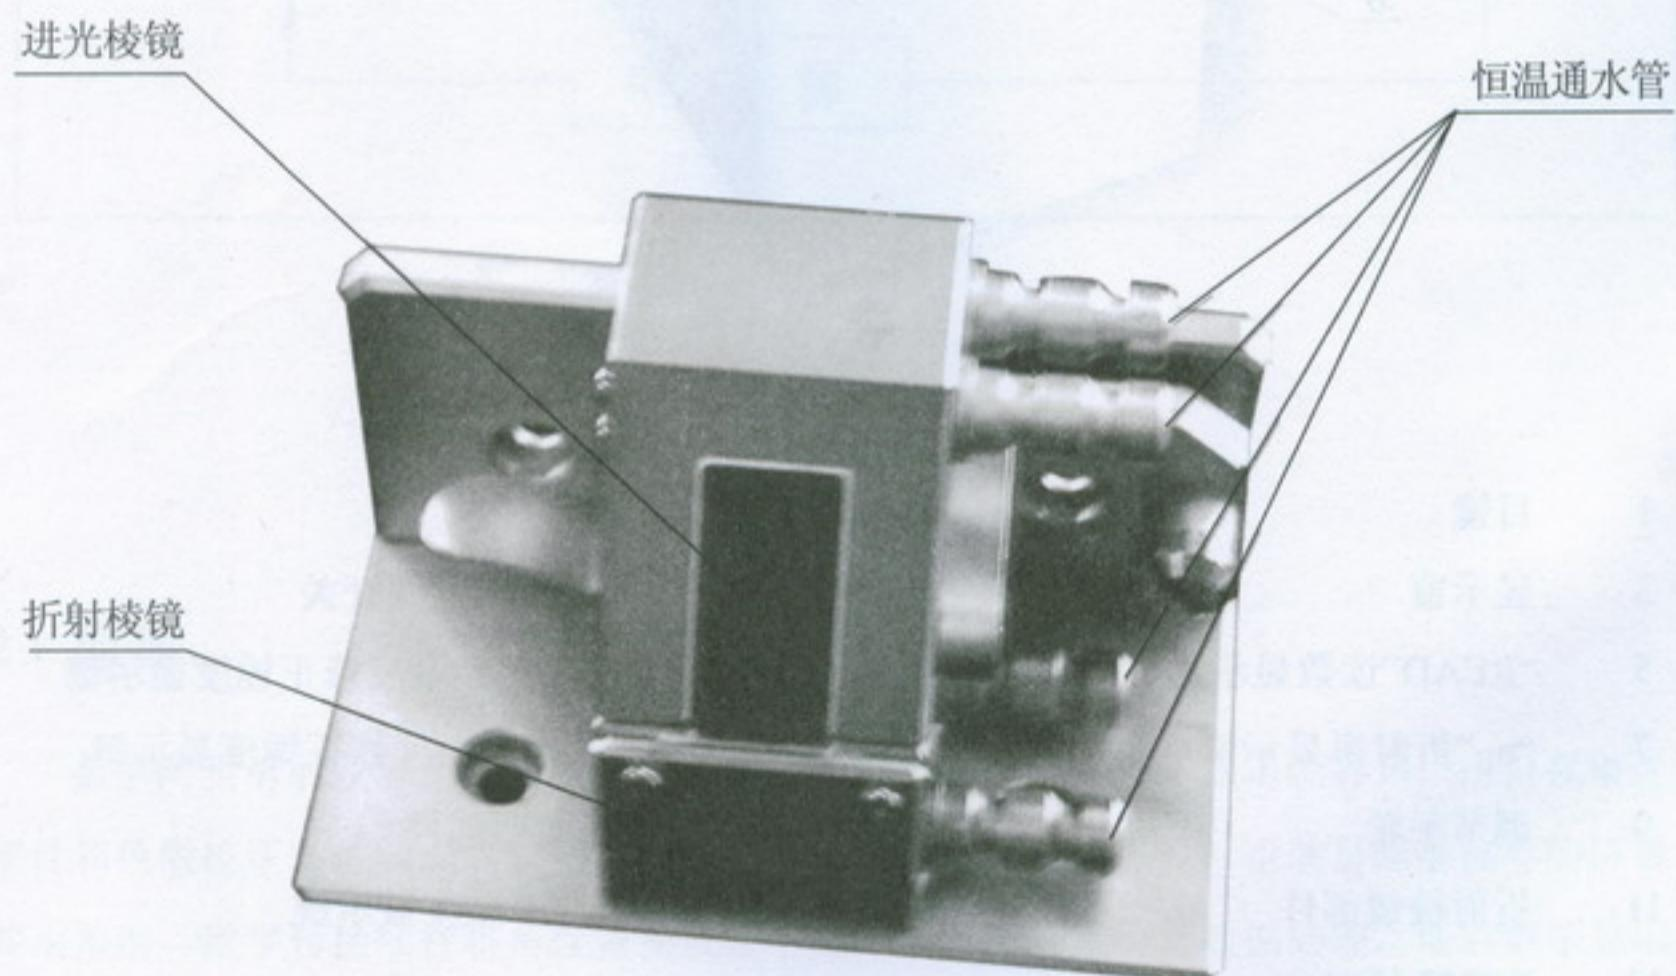

图 1
1. 按下“POWER”波形电源开关 (4), 聚光照明部件 (10) 中照明灯亮, 同时显示窗 (3) 显示 00000。有时显示窗先显示“-”, 数秒后显示 00000。
2. 打开折射棱镜部件 (11), 移去擦镜纸, 这张擦镜纸是仪器不使用时放在两棱镜之间, 防止在关上棱镜时, 可能留在棱镜上细小硬粒弄坏棱镜工作表面。擦镜纸只需用单层。
4. 将被测样品放在下面的折射镜的工作表面上。如样品为液体, 可用干净滴管吸 1-2 滴液体样品放在棱镜工作表面上, 然后将上面的进光棱镜盖上。如样品为固体, 则固体必须有一个经过抛光加工的平整表面。测量前需将这抛光表面擦清, 并在下面的折射棱镜工作表面上滴 1---2 滴折射率比固体样品折射率高的透明的液体 (如溴代苯), 然后将固体样品抛光面放在折射棱镜工作表面上, 使其接触良好 (图 1)。测固体样品时不需将上面的进光棱镜盖上。